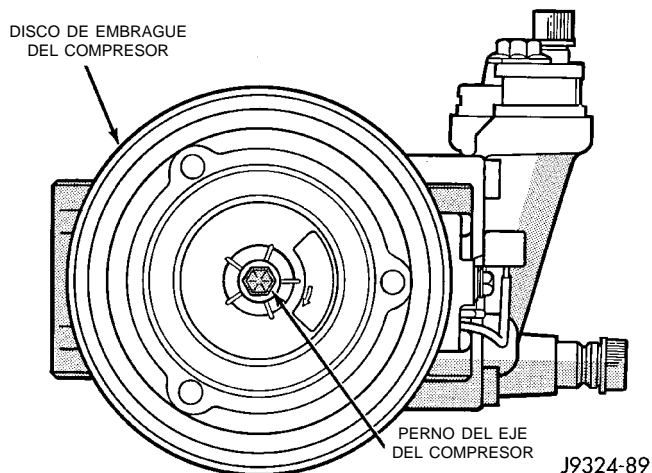

Fig. 21 Perno del eje del compresor
(1) Desconecte y aisle el cable negativo de la batería.
(2) Retire el perno del eje del compresor (Fig. 21). Puede utilizarse una llave para filtro de aceite de tipo cinta para asegurar el embrague durante el desmontaje del perno.